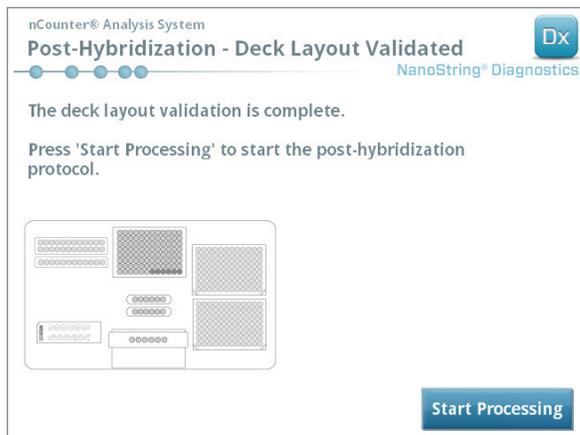

FIGURA 5.27: Ecrã "Post-Hybridization - Deck Layout Validated" (Pós-hibridização - Esquema da Plataforma Validada)
- c. Terminada a validação (FIGURA 5.27), surgirá um novo ecrã contendo o botão **Start Processing** (Iniciar Processamento). Toque em **Start Processing** (Iniciar Processamento) para iniciar o ciclo.